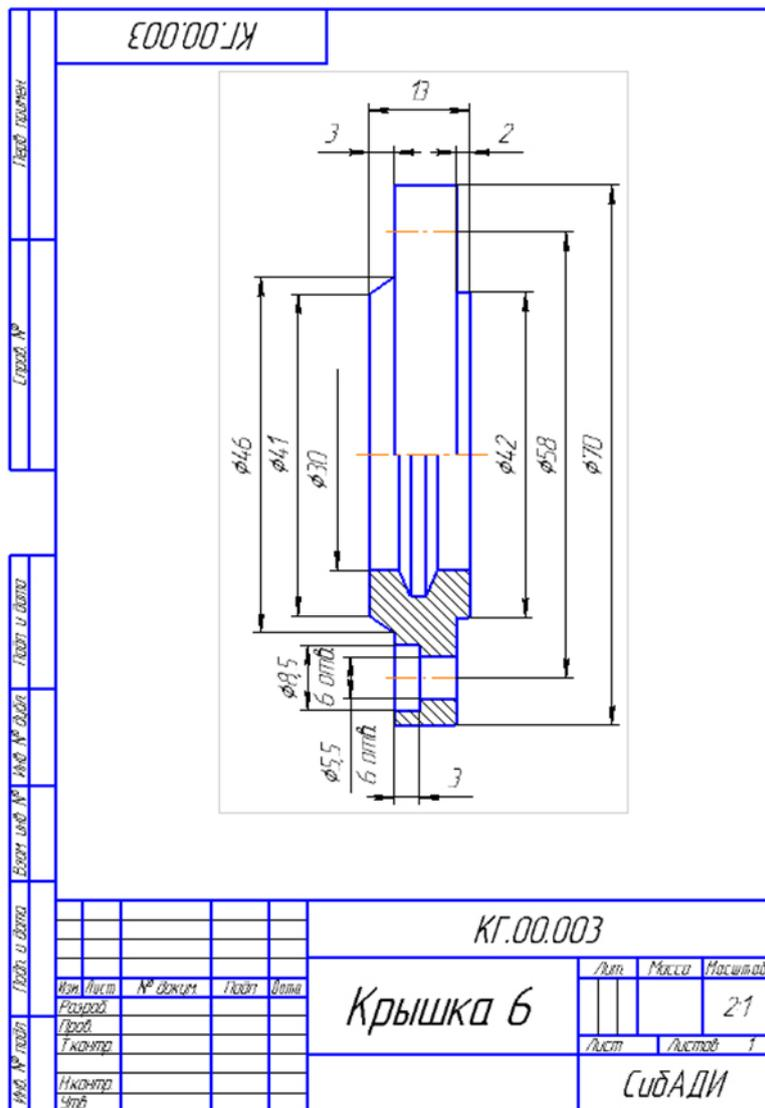

Рис. 4.14. Рабочий чертеж «Крышка б»
- Откройте рабочий чертеж «Крышка б», который находится в папке ... \Рабочие чертежи\ Крышка б \_ КГ.00.003 (рис. 4.14).